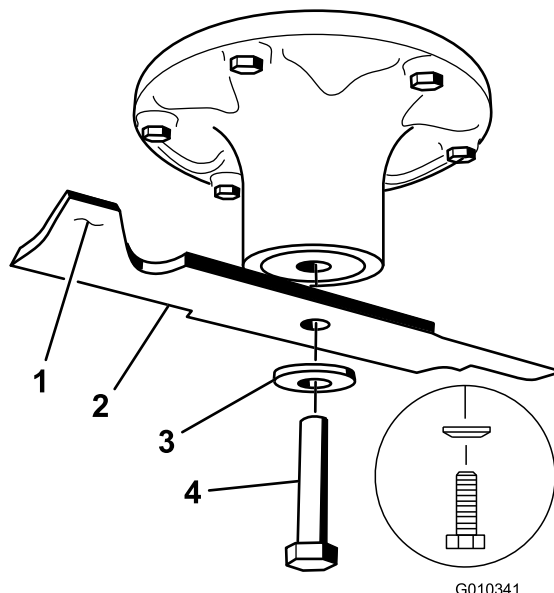

Figura 68
2. Togliete il bullone, la rondella curva e la lama dall'asse del fusello (Figura 68).
1. Montate la lama sull'asse del fusello (Figura 68).
2. Montate la rondella curva (lato concavo verso la lama) e il bullone della lama (Figura 68).